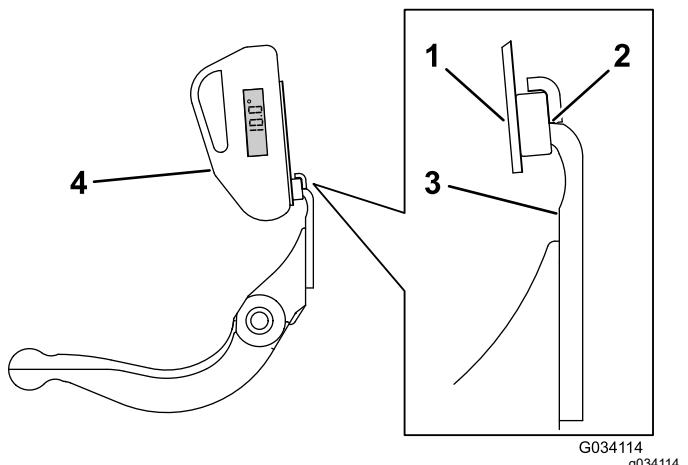

図 20
3. 傾斜計マウントのマグネットのエッジがベッドナイフのエッジに密着するように、ベッドナイフのエッジに傾斜計マウントをセットする図 20。
4. 図 20に示すようにマウントに傾斜計を取り付ける。